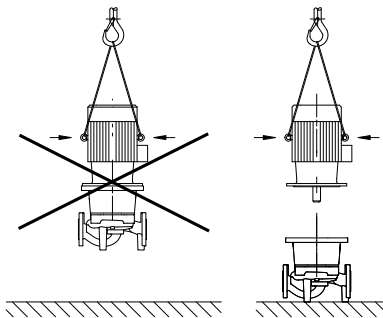

Fig. 35 : Transport du moteur
- Les œillets de transport du moteur sont exclusivement dédiés au transport du moteur et non de la pompe complète (fig. 35).